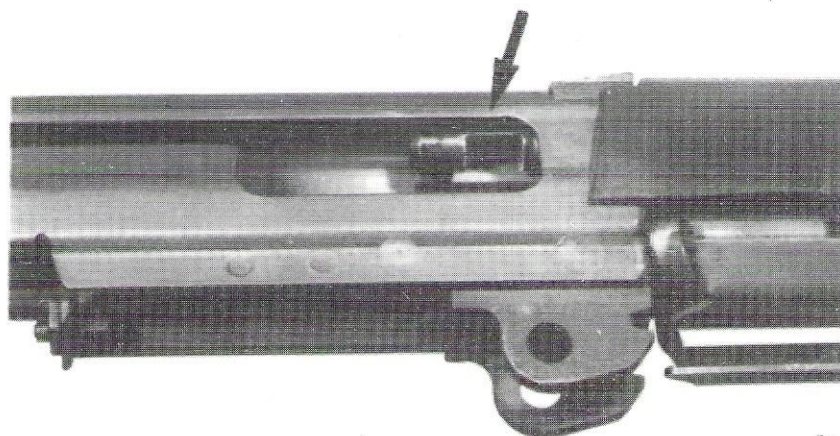

Figure 11 : Méplat de la tige guide du ressort récupérateur.
- après remontage du garde-main, cylindre à gaz, introduire l'ensemble piston récupérateur avec l'encoche située sur la tige guide tournée vers le bas (fig 11).